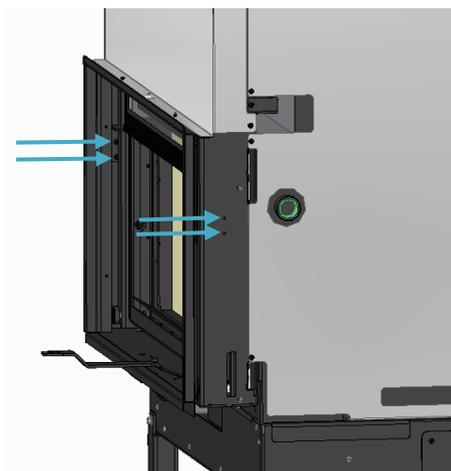

Figure 8
- d) Dans les modèles à porte à mouvement verticale, retirez les deux vis qui fixent les supports qui bloquent le mouvement de la porte de chaque côté de l'intérieur, illustrés à la Figure 8 ;